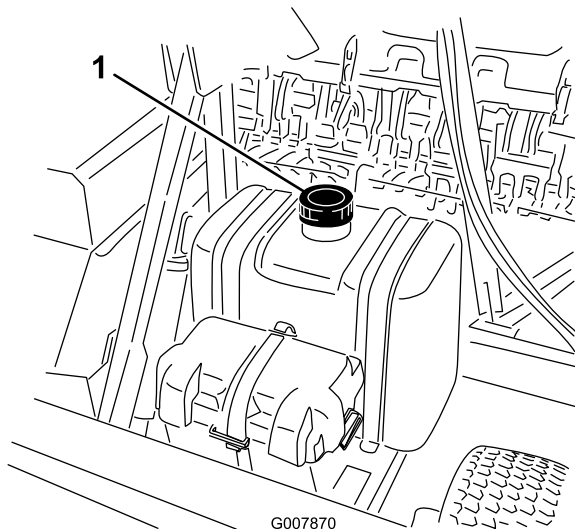

Figura 28
2. Pulite intorno al tappo del serbatoio carburante e togliete il tappo (Figura 28).